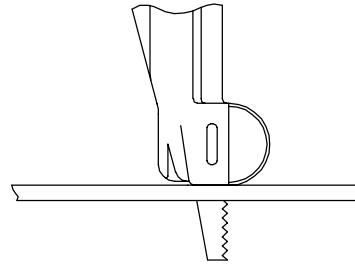

Abbildung 3 Zeichn. TPD1194)
4. Beim Schneiden von Metall von einer Kante aus die Säge wie in Abbildung 3 halten: die Sägenführung liegt fest am Werkstück an, um Schwingung und Flattern des Sägeblatts zu vermeiden. Bei direkten Einschnitten in Metall ist zuerst ein Loch für den Anfang zu bohren oder zu meißeln.